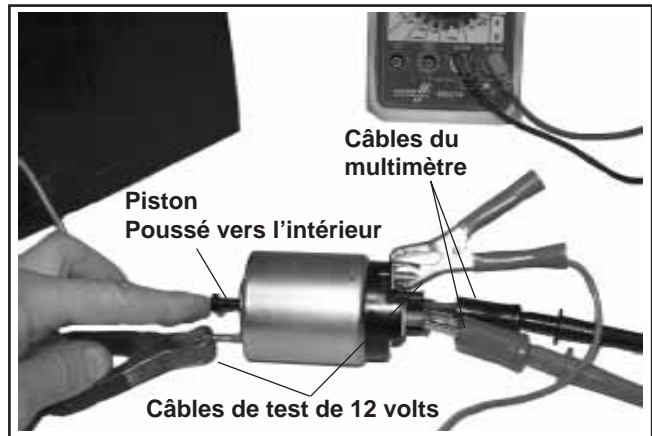

Figure 8-61. Test de continuité de la bobine de maintien/
Utiliser un ohmmètre réglé sur une plage audible ou Rx2K et brancher les deux câbles de l'ohmmètre aux deux raccords larges. Effectuer le test précédent (3) et contrôler la continuité. Voir la figure 8-61. Le mètre doit indiquer une continuité. Dans le cas contraire, le solénoïde doit être remplacé. Répéter le test plusieurs fois pour confirmer l'état.